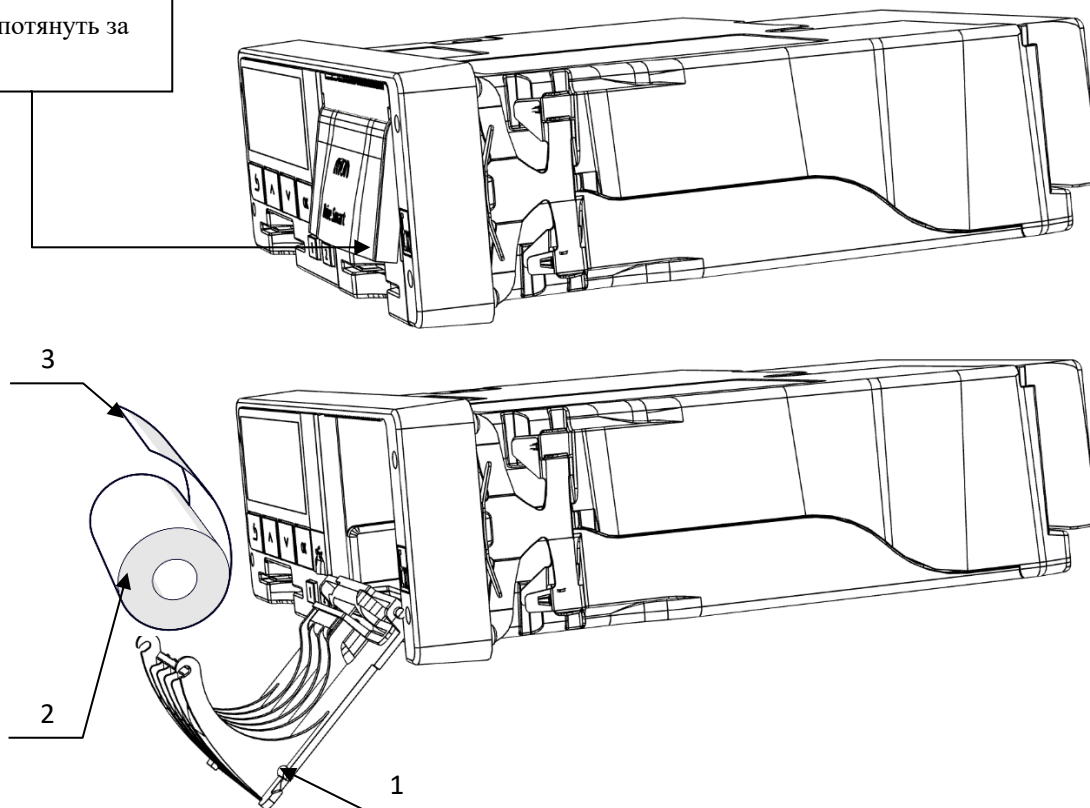

Рисунок 21. Установка бумаги
1. Открыть крышку отсека термопечатающего механизма (см. Рисунок 21) потянув за специальную ручку на крышке.